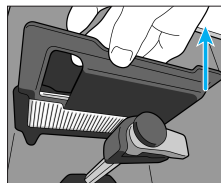

图 9
4. 向上滑动舱盖并将其从底座中滑出，以打开滤网舱（图 9）。